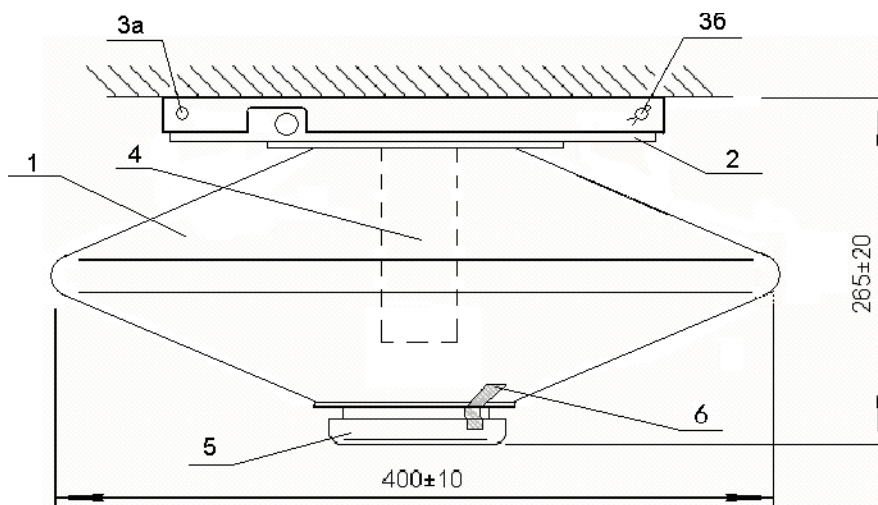

Рис. 1 – Конструкция МПП «Гарант-12»
3.1 Модуль «Гарант-12» конструктивно состоит из следующих основных элементов (рис. 1)2:
- корпуса, заполненного огнетушащим порошком типа АВС (1);
- узла крепления (2) к крепёжной площадке с двумя осями (3а и 3б);
- газогенератора (4) с электроактиватором (ЭА);
- выпускного мембранного узла (5).
4 В МПП «Гарант-12» опломбирован выпускной мембранный узел (поз. 6 рис. 1).